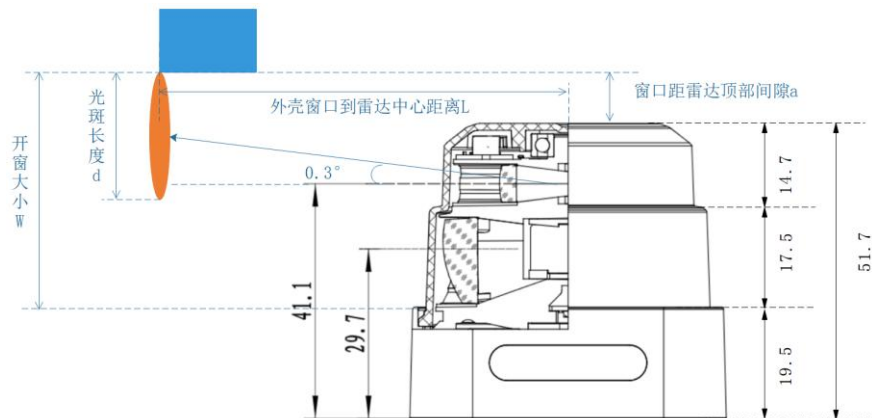

图 4-3 雷达安装环境开窗示意图
如图 4-3，设备开窗需要考虑雷达安装角度、光斑俯仰角及光斑长度，默认设备窗口中心与雷达发射接收系统光轴重合；假设雷达装机角度误差为  $1^\circ$ ，雷达俯仰角为  $0.3^\circ$  时，开窗与雷达中心距离  $L$  为  $0.5\text{m}$ ；光斑长度  $d=6.5+4.3*L$ ，计算可得  $0.5\text{m}$  处光斑长度  $8.65\text{mm}$ ；窗口与雷达顶部间隙  $a=1000*L*\tan(1+0.3) + 0.5d-10.6=500*\tan1.3+0.5*8.65-10.6$ ，计算可得间隙距离为  $5.075\text{mm}$ ；开窗大小  $W=32.2+a$  根据计算可得开窗大小至少为  $37.3\text{mm}$ ；
- 理想情况下，设备开槽窗口高度需大于激光雷达的光学窗口，具体开窗尺寸参考图 4-3 雷达安装环境开窗示意图；若设备开槽高度需小于光学窗口，需与蓝海研发确认结构设计；